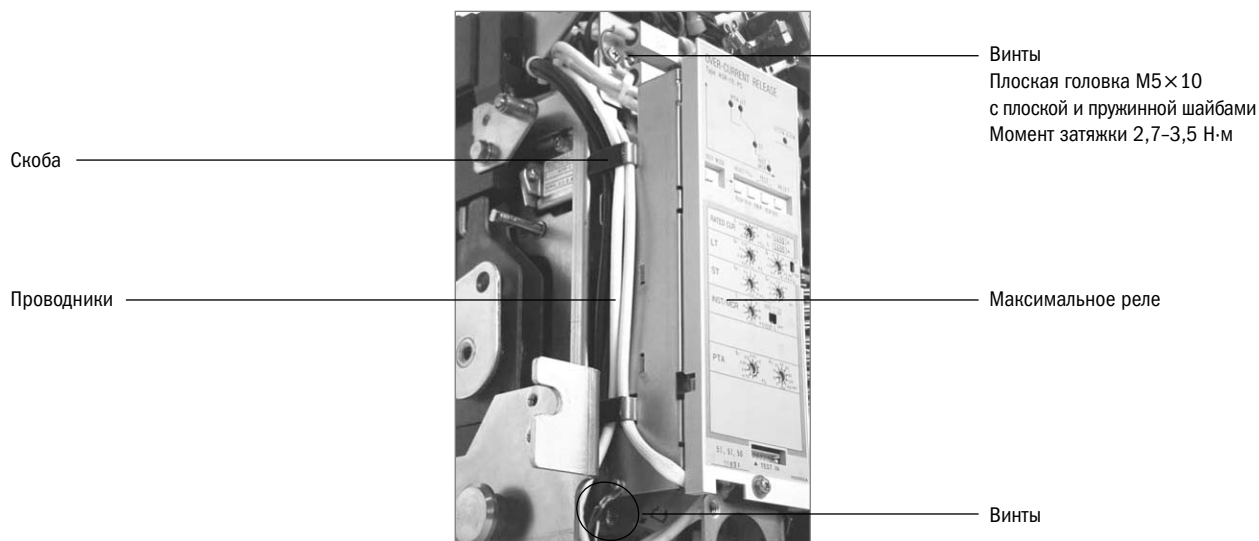

Рисунок 56. Удаление проводников из стяжки
- 5) Установите каждую деталь или компонент на свое место в обратном порядке после осмотра. Что касается деталей, относящихся к подвижному контакту, установите изолированный рабочий штырь, изоляционную пластину, прокладку, подвижный контакт, верхний разделитель, нижний разделитель, плоскую шайбу, пружинную шайбу и монтажный винт подвижного контакта в указанном порядке. Смотри рисунок 56.
- 5) Освободите монтажные винты максимального реле и удалите проводники из стяжки проводников. Смотри рисунок 56.